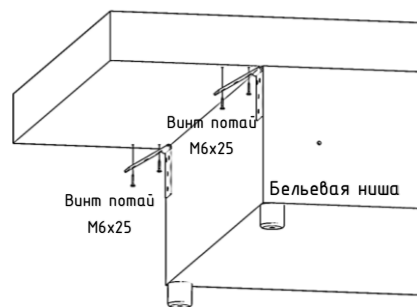

Рис. 2
2. Поставить бельевую нишу на опоры. Для сборки Клио мод.1, Клио мод.1 160 и Клио мод.2 положить спинку на бельевую нишу и присоединить её, используя винт потай М6х25 и отвёртку крестовую (рис.2).